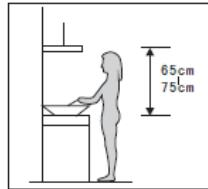

Рис. 1
2. Вытяжка должна быть установлена на расстоянии 65-75 см над рабочей поверхностью для достижения наилучшего эффекта. См. рисунок 1.